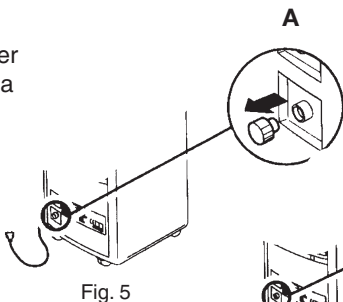

Fig. 5
1. Ta bort pluggen från utloppet (A) på avfuktarens baksida. Anslut en 6 mm dräneringsslang (Fig. 5, 6).